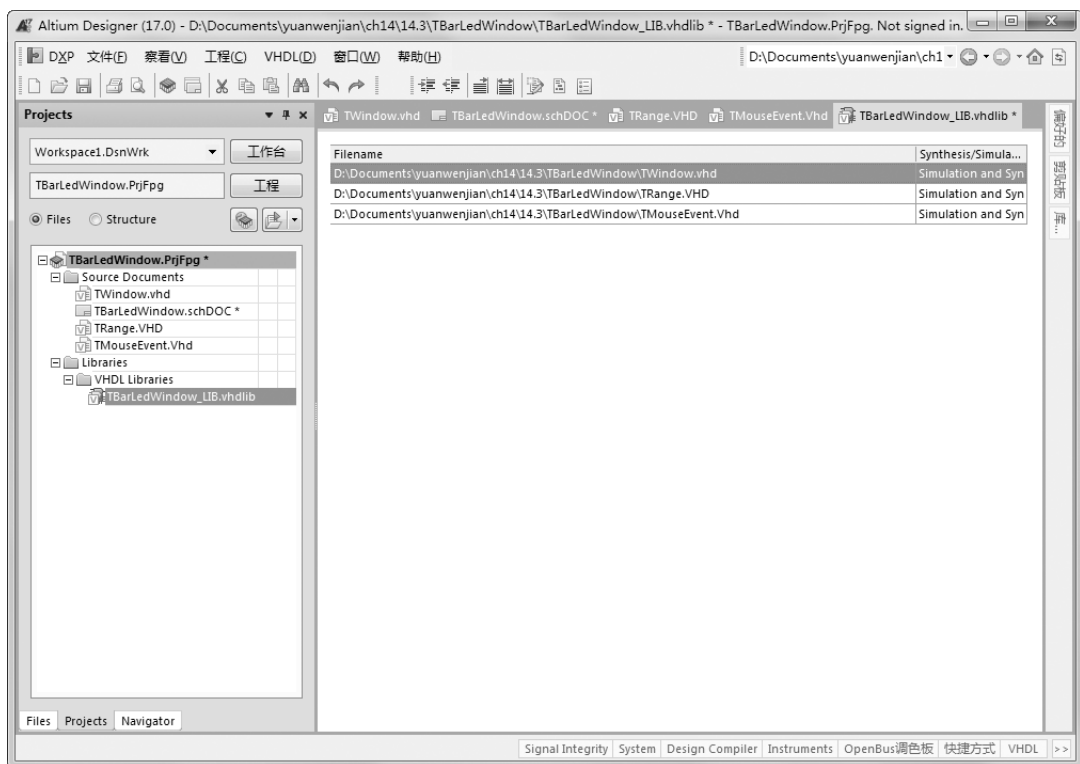

图 14-10 添加 VHDL 文件
2) 此时，该库文件是一个空白文件。打开该库文件，选择菜单栏中的“VHDL”→“添加文件”，将前面建立的三个 VHDL 文件添加到该库文件中，如图 14-10 所示。
(5) 将 VHDL 库文件添加到设计项目